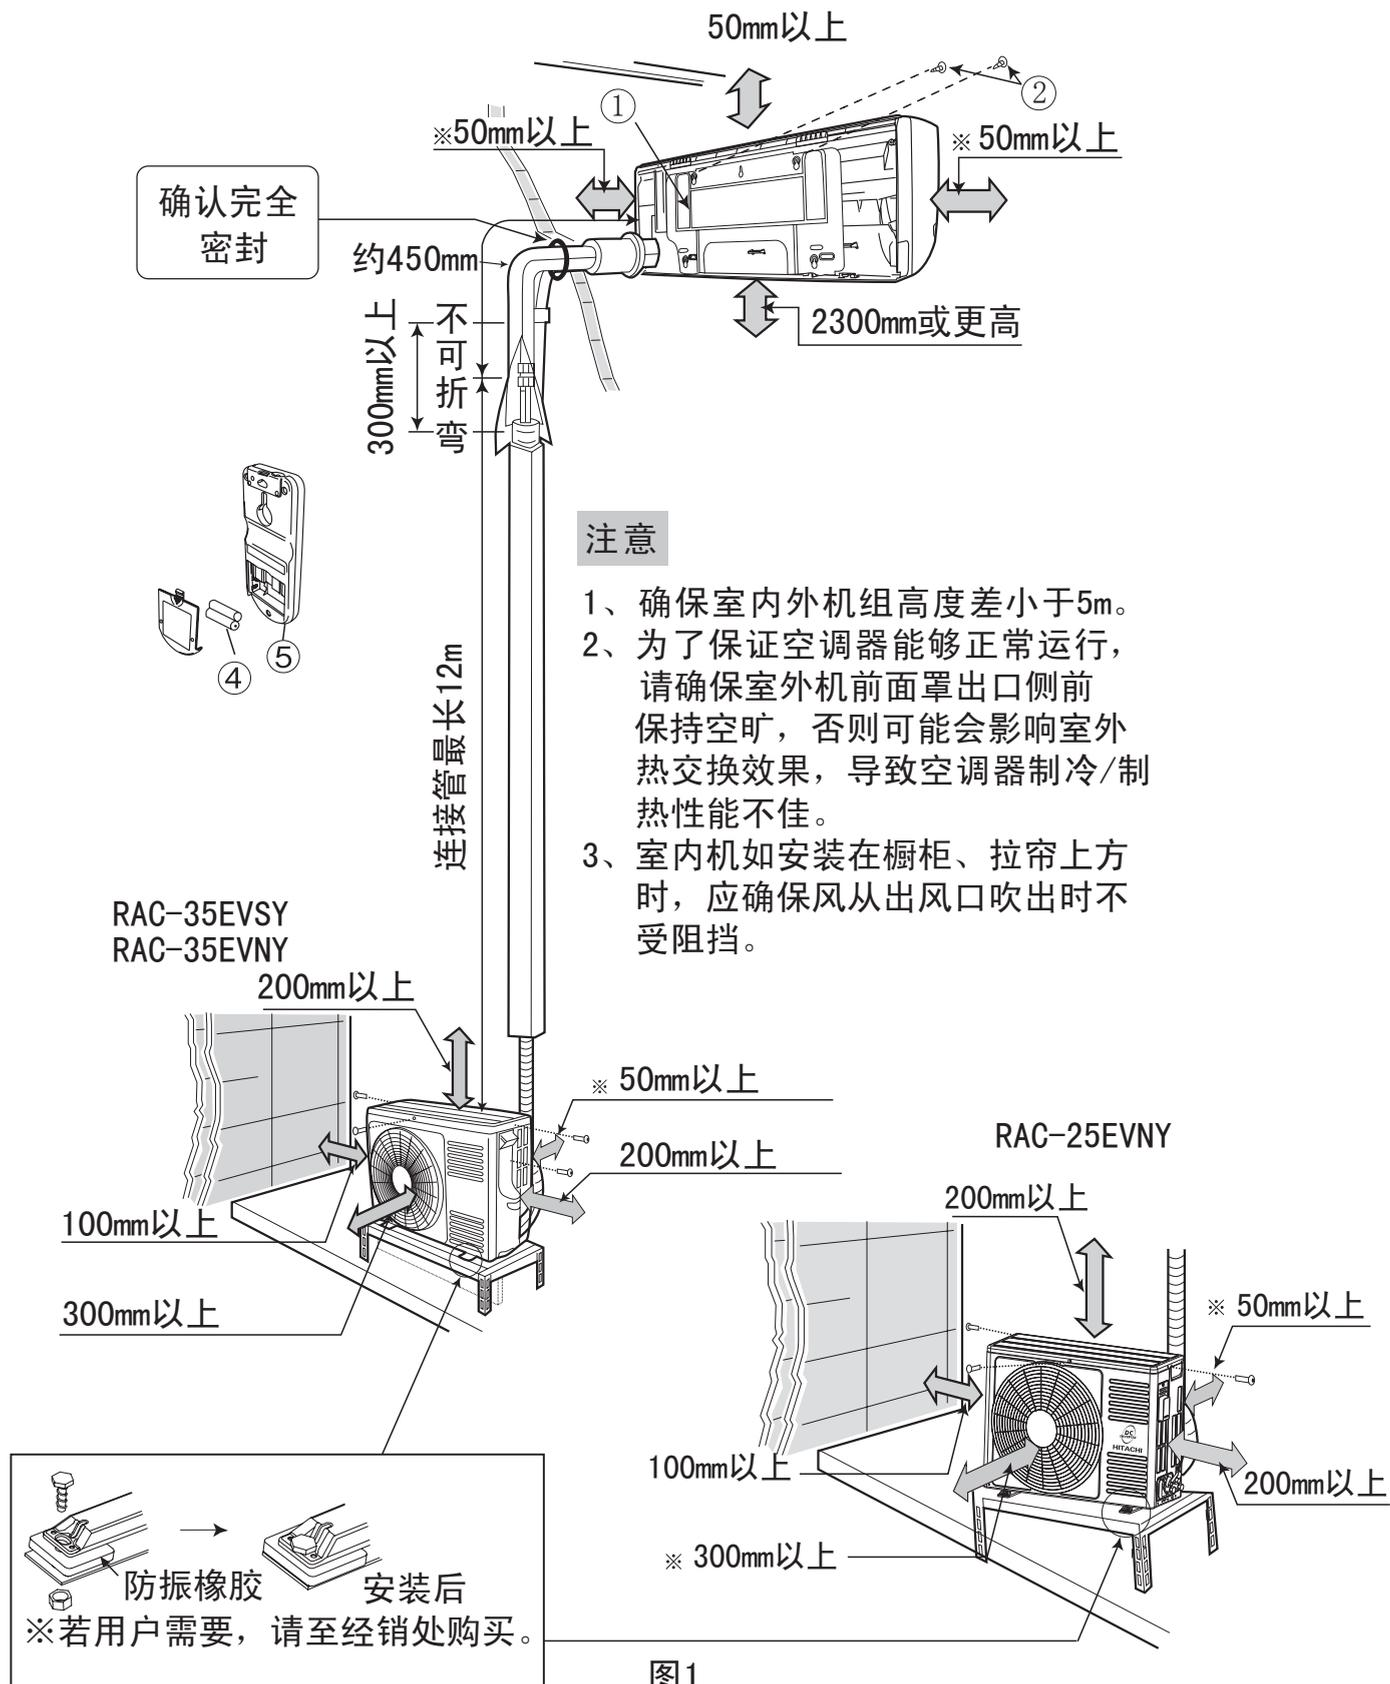

图1
1. 示图1是连接配管安装成形。
2. 根据总装示图1结合对应附件按要求牢固安装。
(1) 为了便于修理，室内机组旁边应如图1般保留空间。
(1) 如图1所示保留室外机组旁的空位，避免任何障碍物妨碍通风系统。
(2) 尽量安装于房屋的东或北方。如装于南或西方是无可避免时，应有遮盖物遮盖。
(3) 最好不要安装在污秽或雨淋的地方。
(4) 尽量靠近室内机组安装。